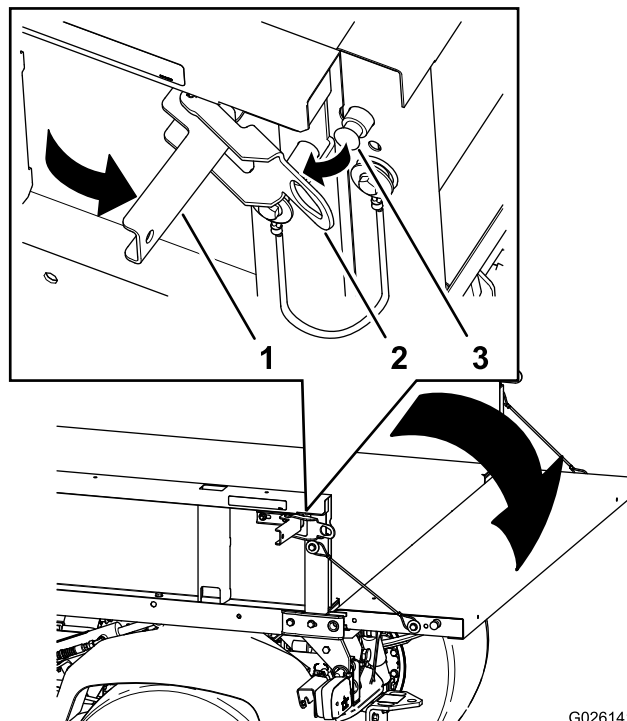

図 16
2. 荷台の左右にあるラッチを解放してテールゲートを下げる 図 16。